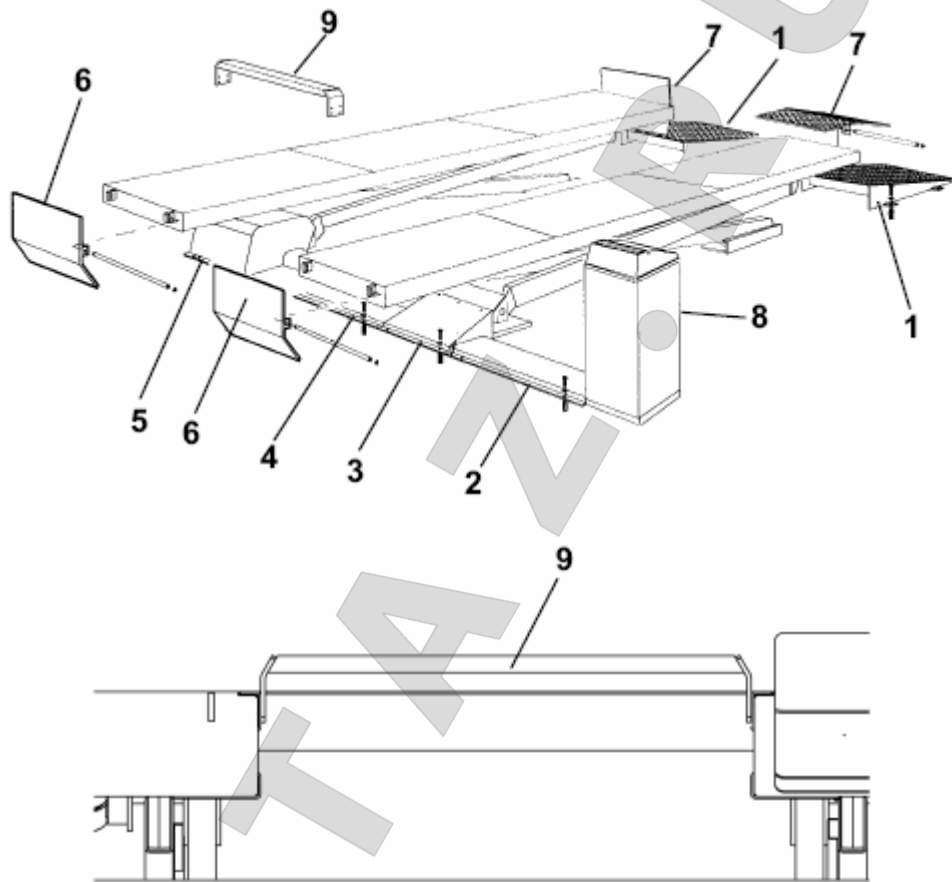

Рис. 35
**К Рис. 35.** Установите въездные рампы (1) и, используя отверстия в скобах в качестве шаблона, просверлите 12-мм отверстия на глубину 80 мм. Вставьте соответствующие болты и крепко затяните их.
**К Рис. 35 –** Установка противооткатных устройств (7-6).